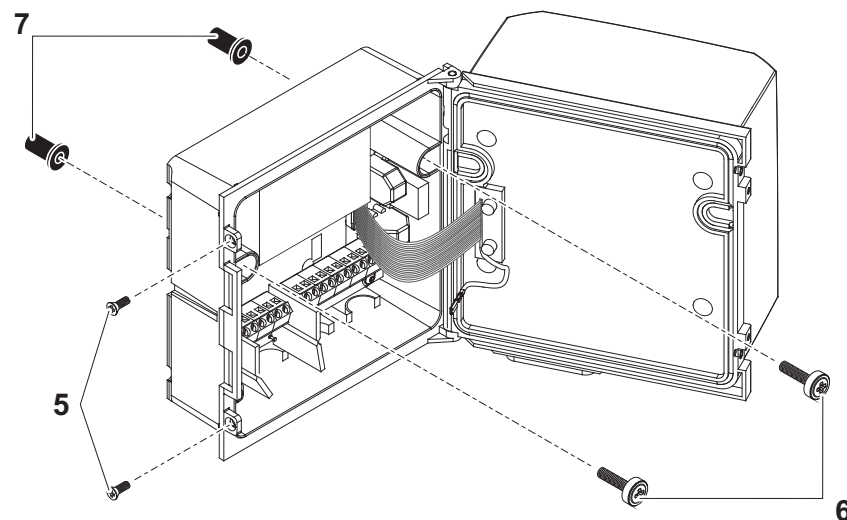

figura 3-6 Montaje del parasol: premontaje de las tuercas ciegas ISO
- 2 Retire los dos tornillos avellanados (pos. 5 en la figura 3-6) y haga bascular la tapa para abrirla.
- 3 Inserte los tornillos de cabeza cilíndrica (pos. 6 en la figura 3-6) con las arandelas de plástico en los orificios de montaje perforados y atornille sin apretar las tuercas ciegas ISO (pos. 7).
- 4 Coloque el transmisor universal en el parasol y fíjelo con los dos tornillos (pos. 6 en la figura 3-6).
- 5 Cierre la tapa y fíjela con los dos tornillos avellanados (pos. 5 en la figura 3-6).